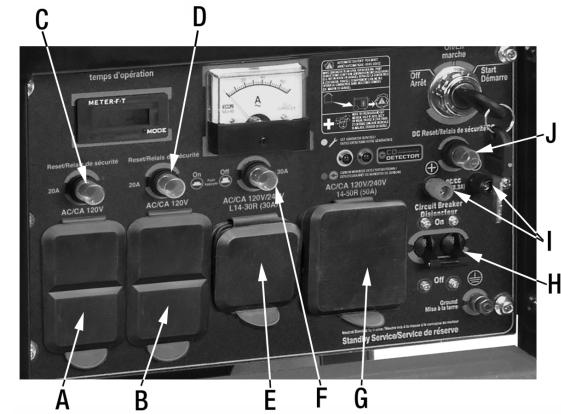

Figure 11
Pour usage normal sur 120V, branchez votre appareil dans une des sorties (A et B) Fig.11. Chaque sortie comprend un relais de sécurité (C et D), qui se trouve au-dessus de la sortie.
La sortie "Twist Lock" (E) Fig.11 est une NEMA L14-30 qui nécessite une prise NEMA L14-30 (non incluse) pour faire la connexion. Si vous n'êtes pas certain de l'opération ou le branchement à cette prise "twist lock", contactez un électricien qualifié. Cette sortie comprend un relais de sécurité (F), qui se trouve au-dessus de la sortie.
Cette sortie 120V/240V (G) Fig.11 est un réceptacle NEMA 14-50R et nécessite une prise NEMA 14-50P (50A) pour effectuer la connexion. Peut être utilisé pour fournir de l'électricité pour le fonctionnement de charges électriques monophasées de 60 Hz de 120V et/ou 240V CA, telles que les soudeuses et les sécheuses. Si vous n'êtes pas sûr de l'utilisation de cette sortie ou de ce qui peut être branché, contactez un électricien qualifié pour plus d'informations.